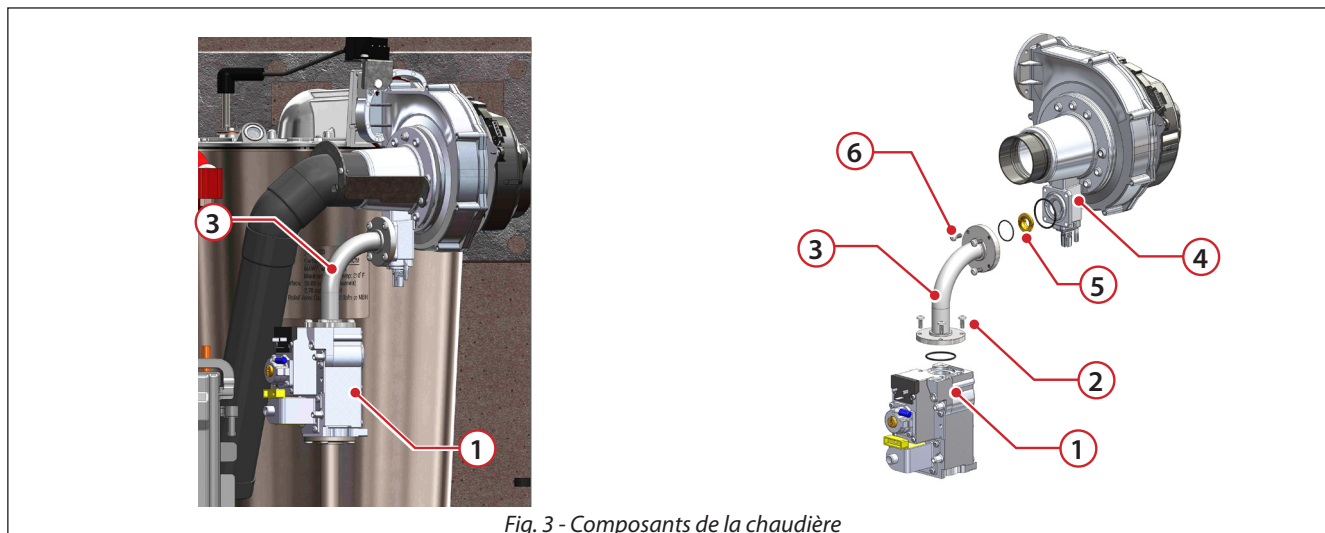

Fig. 3 - Composants de la chaudière
**NE PAS** utiliser la présente notice pour des appareils dont la configuration diffère de celle présentée à la « **Fig. 3** » à la **page 4**.